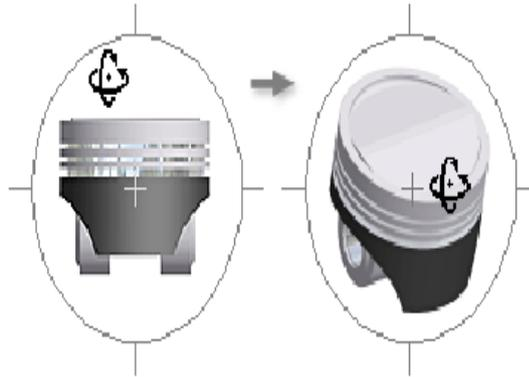

Figura 14. Girar.
- Redefinir la vista isométrica. Como lo indica la figura 14.